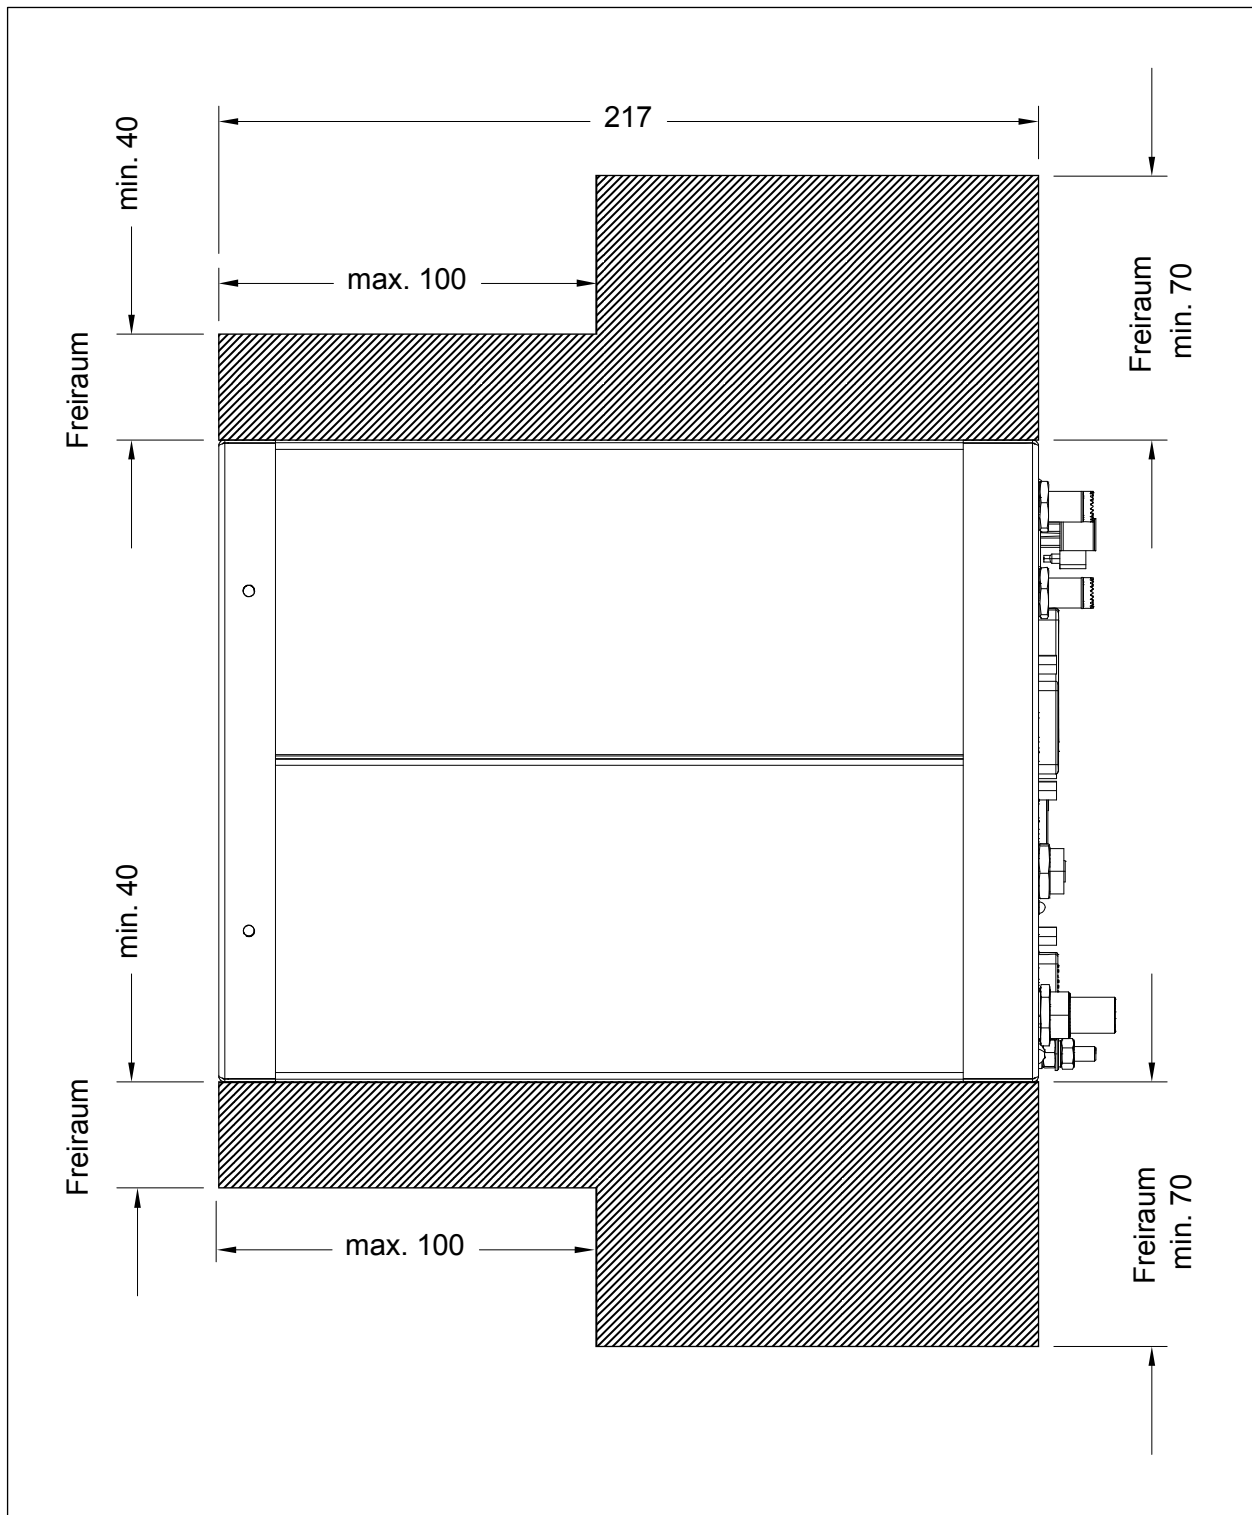

Bild 3-2 M7002/MA7002 Seitenansicht – Abmessungen in mm
- ▶ Halten Sie für eine ausreichende Luftzufuhr auf der Geräte- ober- und Unterseite einen Freiraum zum nächsten Gerät von mindestens 70 mm bzw. 40 mm ein (siehe Bild 3-2 auf Seite 18).